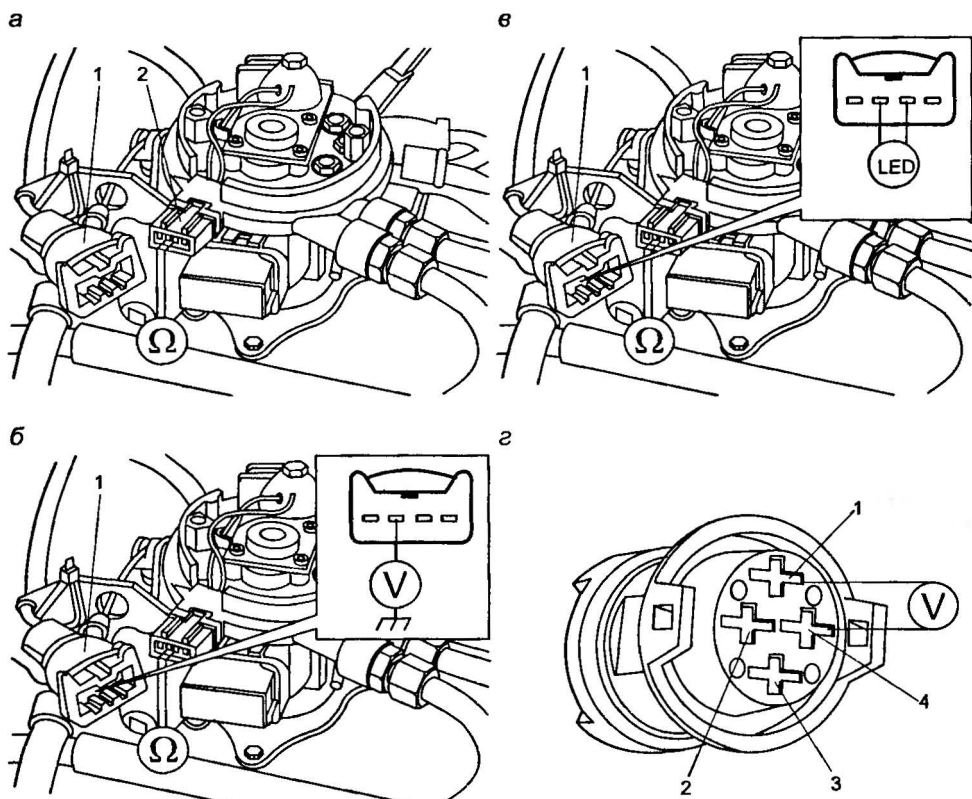

Рис. 2.2.7. Проверка компонентов топливной системы
- измерить сопротивление обмотки форсунки, между контактами «2» и «3» разъема 2, предварительно отключив разъем форсунки (см. рис. 2.2.7, а), величина сопротивления должна быть в пределах 1,2—1,6 Ом;
- подключить вольтметр между контактами 31 (земля) и контактом 2 разъема 1 (см. рис. 2.2.7б), коротко прокрутить двигатель стартером, величина напряжения должна быть около 12 В;
- подключить между контактами 2 и 3 разъема 1 форсунки LED-индикатор (см. рис. 2.2.7в), коротко прокрутить двигатель стартером — LED-индикатор должен вспыхивать, если нет — проверить соответствующие соединения.
- разомкнуть контакты 48 и 52, отключить разъем топливного насоса (см. рис. 2.2.7г) и, подключив вольтметр к контактам 1 и 4, снова замкнуть контакты 48 и 52, величина напряжения должна быть в пределах 12 В, если нет — проверить соответствующие соединения.